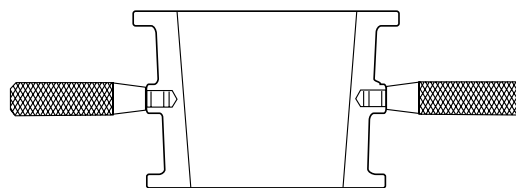
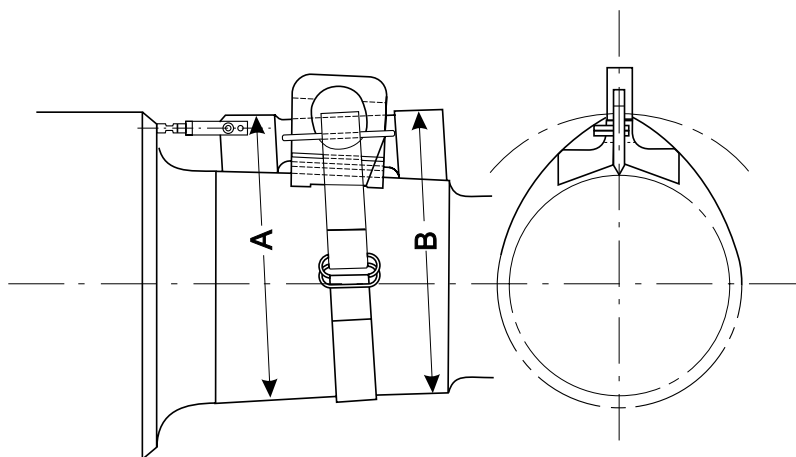

Рис. 3.6. Конусный калибр для измерения конусности шейки прокатного валка
Рис. 3.7. Измерение конусности синусной линейкой
- (1) Замерьте конусность подшипника; Обычно в таких случаях используются подшипники с внутренним отверстием с конусностью 1/12 но встречается и конусность 1/30. Чтобы измерить конусность, нанесите тонким слоем (менее 4 μm) специальный синий состав на коническую поверхность, как показано на **рис. 3.6**, и вставьте конический калибр в отверстие. Рекомендуемая площадь контакта калибра с отверстием должна составлять 70% и более. Если диаметр отверстия велик, то калибр будет тяжелым, а процесс измерения – не таким простым. В этом случае используйте синусную линейку, как это показано на **рис. 3.7** замерьте микрометром размеры A и B и решите задачу об измерении конусности.
- (2) Очистка конической шейки перед установкой; Излишки смазки могут привести к несоответствующей посадке подшипника. Это может привести к самопроизвольному снятию подшипника с конической поверхности валка. Поэтому перед монтажом необходимо тщательно очистить посадочные поверхности валка и подшипника растворителем.
- (3) Контроль величины натяга; Для подшипника, устанавливаемого с натягом, задача определения величины натяга очень важна. Отрегулируйте ширину торцевого кольца подшипника калибром так, чтобы шейка валка переходила в цилиндр там, где заканчивается торцевое кольцо. Крайне важно, чтобы натяг был таков, чтобы монтаж подшипника заканчивался после контакта подшипника с кольцом.